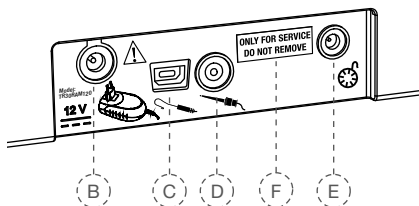

图 3 主机背面接口
USB 接口(图 3, F) 只能用于安装更新软件或维护。该接口仅供经授权的服务人员使用，并且在交付时已经用写着“ONLY FOR SERVICE DO NOT REMOVE” (仅用于维修，请勿拿走) 的牌子盖住。只有维修人员才能移开这个牌子。
3. 将电源电缆连接在设备背面的插口上(图 3, B)。
8. 将脚控开关电缆插在主机背面的插口(图 3, E)上。
10. 将唇钩电缆插头连接在主机背面的插口上(图 3, C)。
12. 将根管锉夹电缆插头连接在主机背面的插口上(图 3, D)。